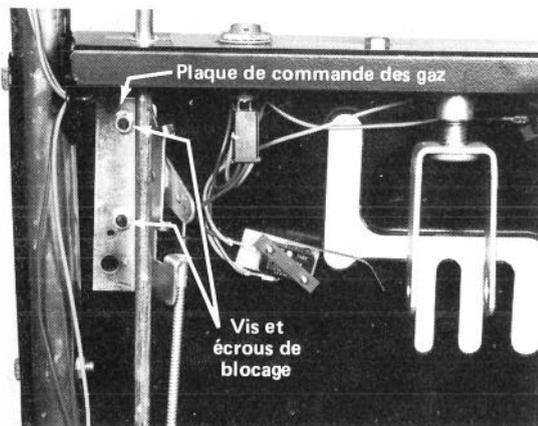

Figure 5
1. Par derrière, glissez le levier de commande des gaz dans la fente du tableau des commandes. Ensuite, fixez la plaque de commande des gaz à l'aide des deux vis sems à tête hexagonale avec écrous de blocage (Fig. 5). Poussez le bouton ou pommeau rouge sur le levier de commande des gaz. Ayez soin de ne pas endommager les fils.